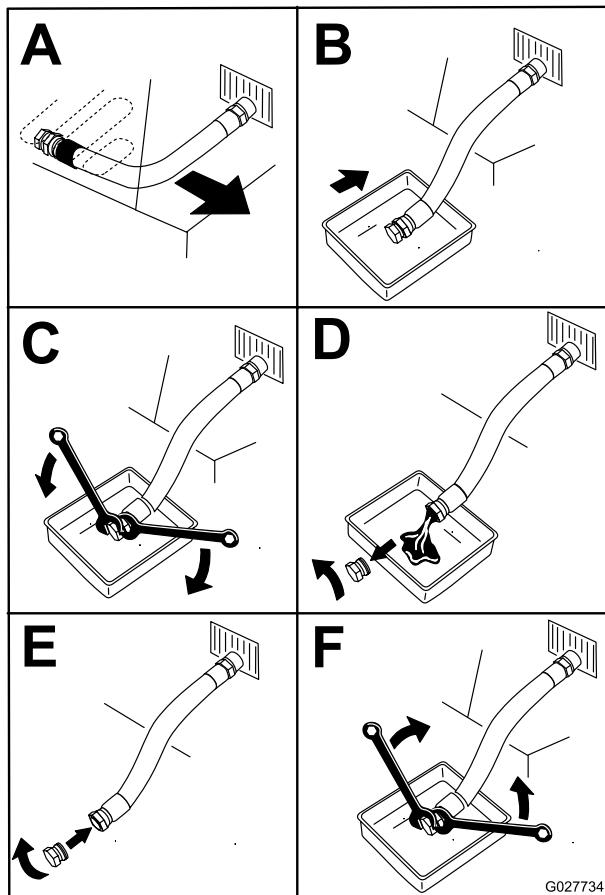

Bild 47
4. Stellen Sie vor dem Verlassen des Fahrersitzes den Motor ab, ziehen den Schlüssel ab und warten, bis alle beweglichen Teile zum Stillstand gekommen sind (**Bild 47**).